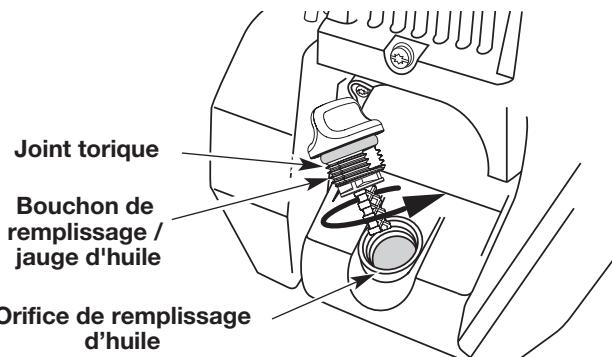

Fig. 41
- Si le niveau est trop bas, ajoutez un peu d'huile par l'orifice et revérifiez (Fig. 41). Continuez jusqu'à ce que le niveau d'huile atteigne le haut de la jauge.
REMARQUE : Assurez-vous que le joint torique est mis sur le bouchon de remplissage / jauge d'huile au moment de la vérification et du changement d'huile (Fig. 41).